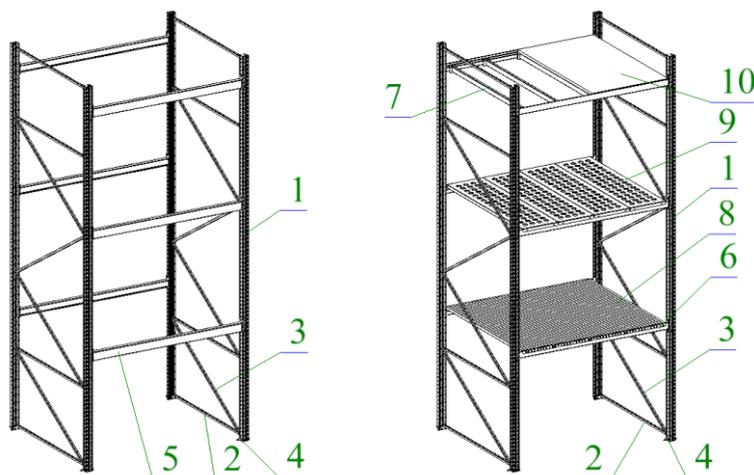

Рисунок 1 – Основные элементы стеллажей (среднегрузовых) фронтального и полочного
**Фронтальные и полочные стеллажи** (рисунок 1) представляют собой сборно-разборную конструкцию, собираемую из отдельных элементов в линию любой длины, с любым количеством ярусов и возможностью установки балок по высоте с шагом 30мм в соответствии с рисунком 1. В любой момент конструкция стеллажа может быть изменена по длине. Стеллажи легко монтируются и демонтируются.